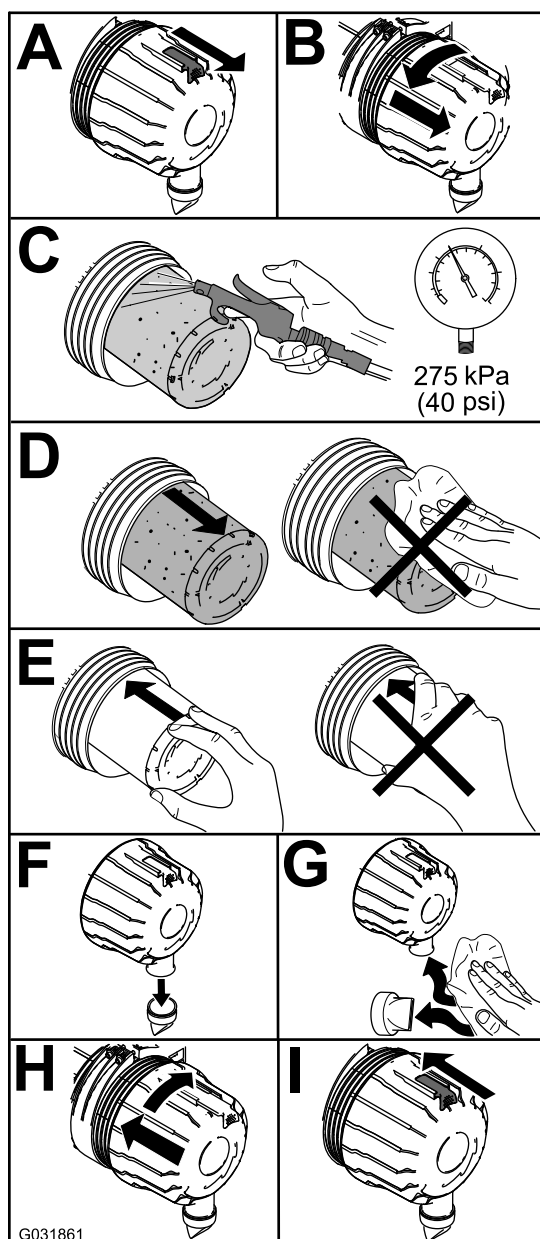

Figura 76
1. Substitua o filtro de ar (Figura 76).